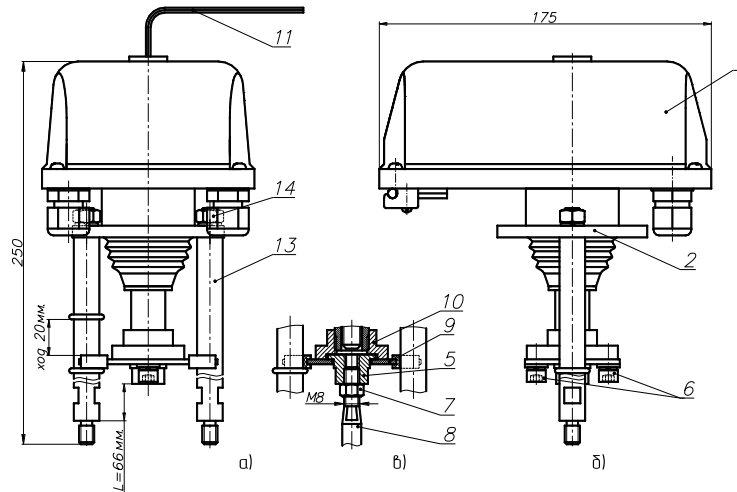
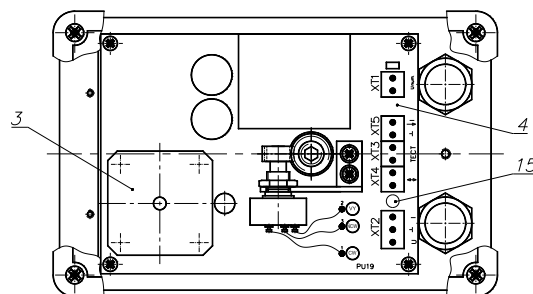

Рисунок 1. ВЭП-135-1500
Рисунок 2. Электропривод (вид при снятой крышке)
- электропривод ВЭП-135-1500 (см. рис.1 – поз.1);
- винтовая передача (см.рис.1 – поз.2).
Электропривод (см. рис.1, рис.2) выполнен на базе шагового электродвигателя 3, питание и управление которым осуществляется от платы управления 4, обеспечивающей его работу с заданной скоростью, а также его отключение при нагрузке больше усилия отключения. Усилие отключения устанавливается на предприятии – изготовителе.
Габаритные размеры, мм, не более	См. рисунок 1